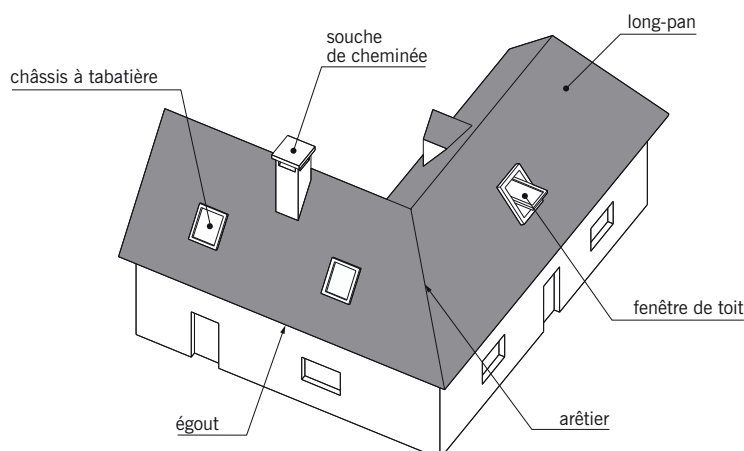

fig. 6.7
■ Le **long-pan** (fig. 6.7) : versant le plus long d'une toiture délimité à son sommet par le faitage et à sa base par l'égout.
■ L'**égout** (fig. 6.7) : ligne basse d'un versant bordée par une gouttière ou un chéneau.
■ La **souche de cheminée** (fig. 6.7) : partie de cheminée qui s'élève au-dessus du toit. Elle peut être maçonnée ou métallique. Dans ce dernier cas, elle est parfois appelée **sortie de toit**.
■ **Le châssis à tabatière** ou le **vasistas** (fig. 6.7) : cadre vitré, fixe ou ouvrant, en métal ou en plastique, disposé suivant la pente du toit et servant à éclairer et ventiler. Les fabricants de tuiles commercialisent des châssis à tabatière dont les formes sont spécialement adaptées aux éléments de couverture (voir chapitre n° 7).
■ **La fenêtre de toit** (fig. 6.7) : fenêtre particulière destinée aux toitures. Elle se substitue de plus en plus au châssis à tabatière car elle est à la fois plus maniable et offre une surface vitrée plus importante.